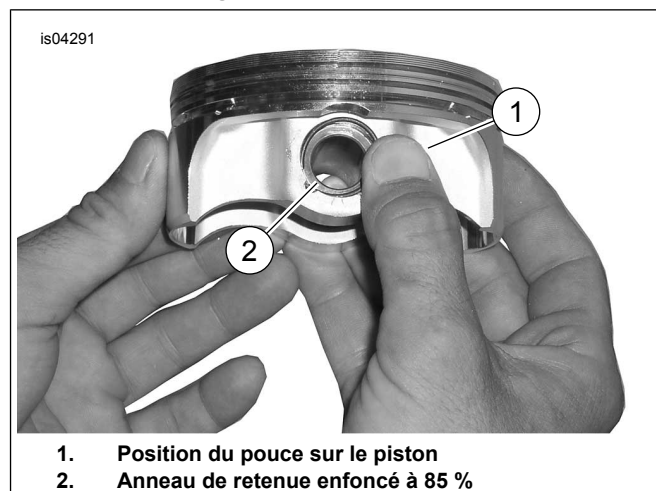

Figure 4. Placer le circlip
2. Figure 4 Placer le pouce sur le piston (1). Appuyer fermement jusqu'à ce qu'environ 85 % de l'anneau de retenue (2) soit installé dans la rainure.